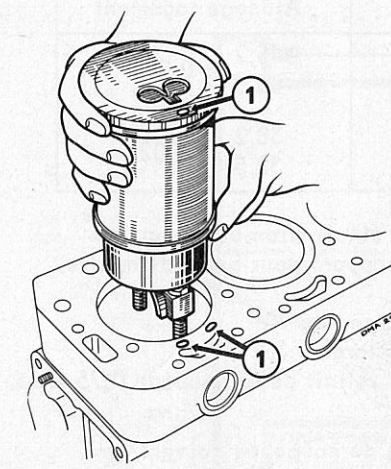

Fig. 31
Placer sur chaque chemise son joint d'étanchéité. Emmancher les ensembles dans le carter cylindre (Fig. 31) et accoupler les bielles au vilebrequin avec des coussinets correspondant aux  $\varnothing$  de rectification (attention aux repères (1) chemises-carter).